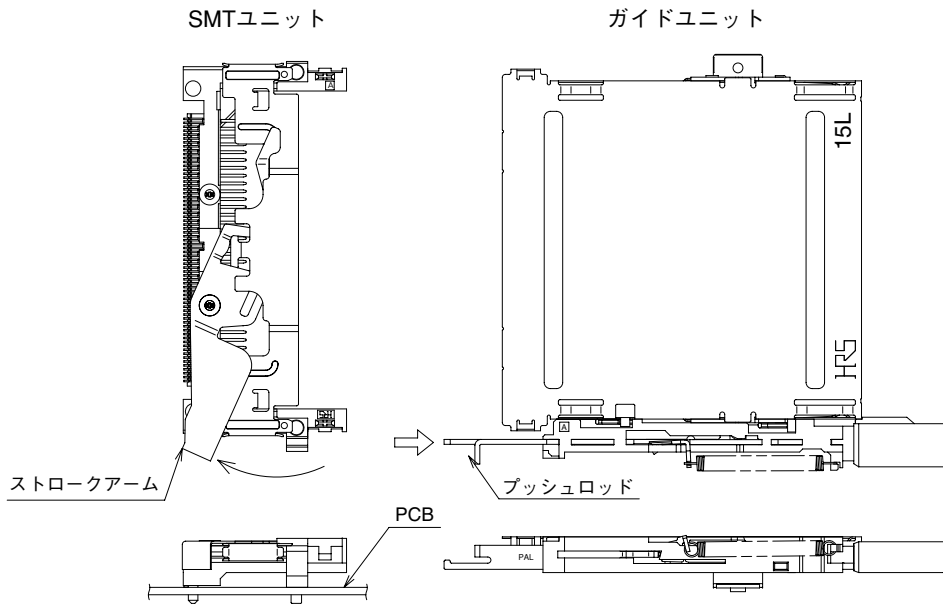

図1
- (1) SMTユニットを基板に実装後、SMTユニットのストロークアームとガイドユニットのプッシュロッドが図1の位置にあることを確認して下さい。(納入時は図1の位置にあります。)
SMTユニットのストロークアームとガイドユニットのプッシュロッドが図2の位置にあると合体できませんのでご注意下さい。図2の位置にあった場合は指で図1の位置まで移動させて下さい。